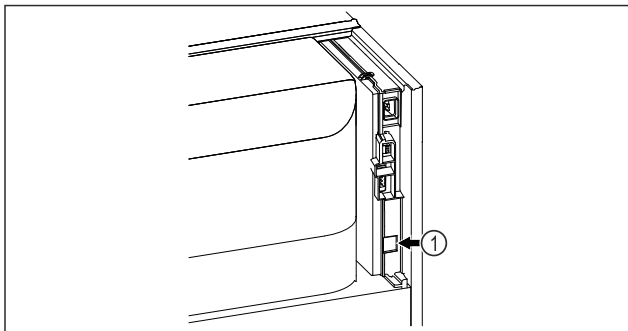

Fig. 73
- ☐ A SmartModule Fig. 73 (1) be van helyezve.